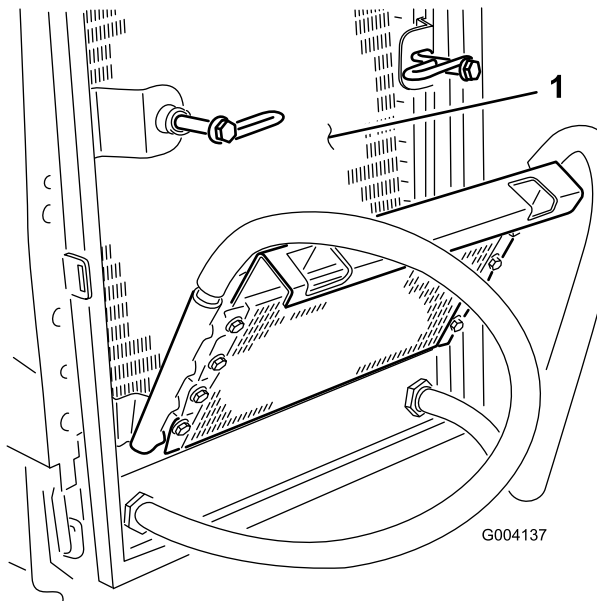

Figure 67
6. Nettoyez soigneusement les deux côtés du refroidisseur d'huile et du radiateur (Figure 67) à l'air comprimé.